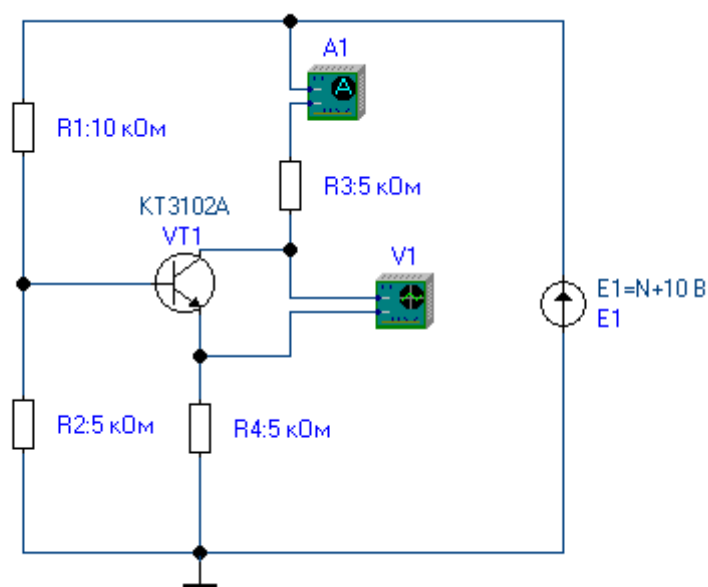

Рисунок 6.1 – Цепь смещения с эмиттерной стабилизацией рабочей точки транзистора
6.1 Собрать цепь, задающую усилительный режим транзистора (рис. 6.1, где N – номер варианта от 0 до 9). С помощью маркеров измерить ток и напряжение в рабочей точке. Построить нагрузочную прямую постоянного тока и отметить на ней положение точки покоя. Измерить напряжение на участке база-эмиттер транзистора.